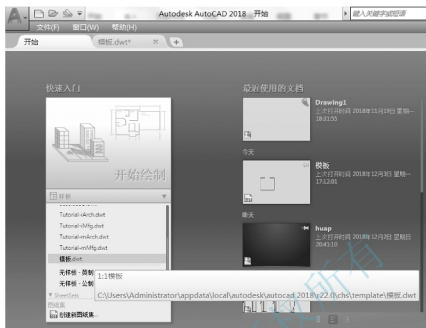

图 4.84 选择样板
(1) 选择【开始】选项卡，单击【样板】右侧的下拉按钮，如图4.84所示。
(2) 选择上一节制作的“模板.dwt”文件，则进入1:1模板内。我们也可以执行菜单栏中的【文件】|【新建】命令，打开【选择样板】对话框，双击“模板”文件。